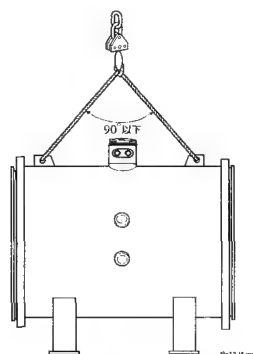

図3.3.6 検出器のつり上げ
- ・検出器をつり上げる時は、アイボルトまたはジャックルを使用してください。その際、安全を確保するため、図3.3.6に示すように、吊り角度は必ず90°以下にしてください。